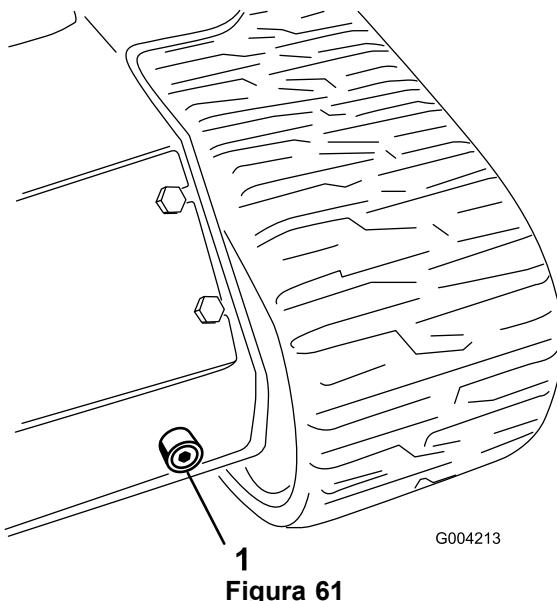

**Figura 60**
5. Retire el tapón y la varilla del depósito hidráulico (Figura 60).